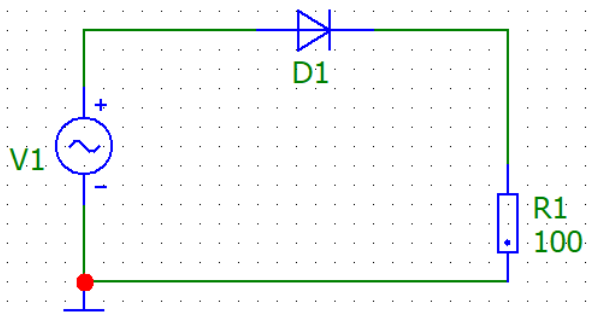
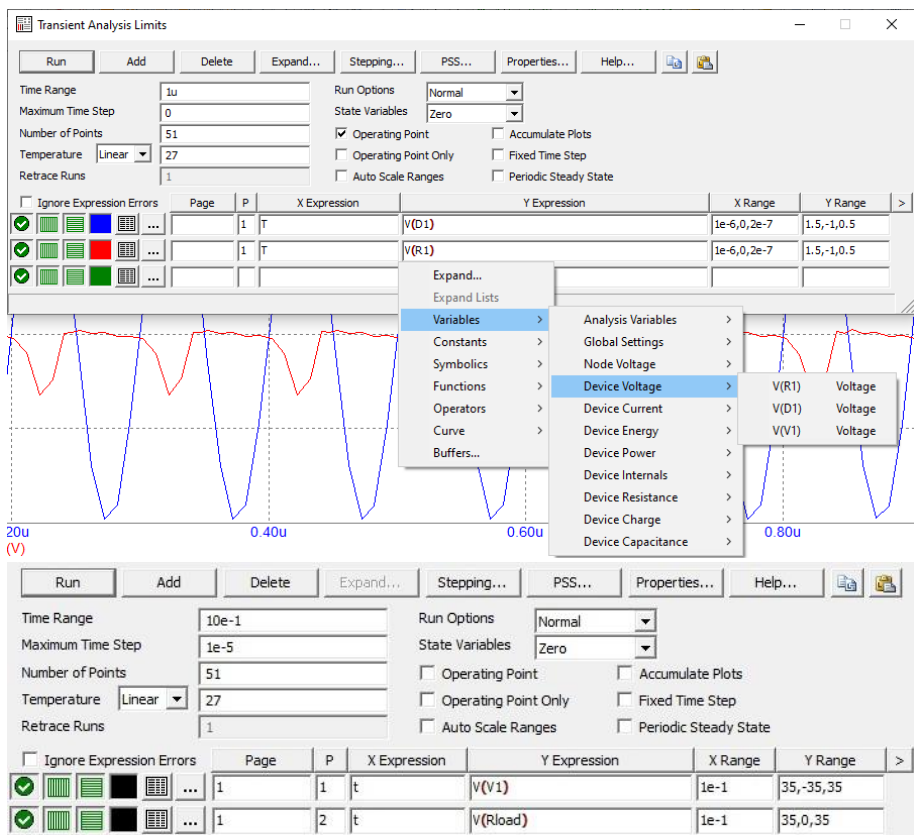

Рис. 50. Однополупериодная схемы выпрямителя
Рис. 52. Функция анализа переходных процессов, построения графиков
Для однополупериодной схемы выпрямителя (рис.50), при заданных значениях R_n , E_m , ω , получим временные диаграммы на диоде (DI) и сопротивлении нагрузки (R_l).
Для наблюдения входного напряжения и напряжения на диоде (рис. 50) можно воспользоваться функцией *Analysis – Transient*. В окне *Transient Analysis Limits* задаются необходимые параметры для построения графиков (рис. 52).